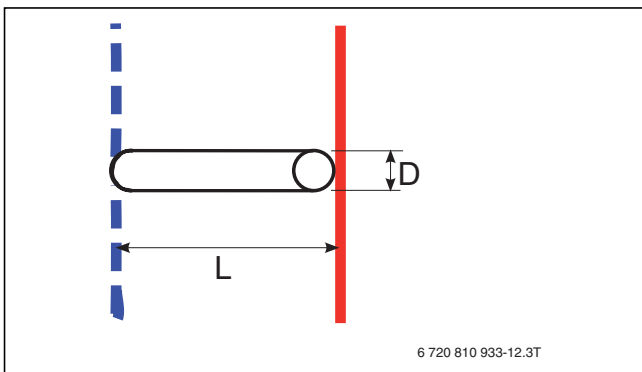
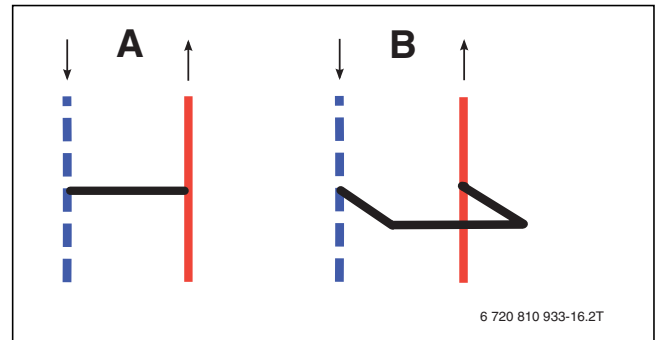

Bild 4 Bypass Detailansicht (→ [1] Abb. 2 und 3)
Bild 5 Bypass
- [1] Bypass (→ Abb. 4) (→ [1] Tab. 8)
([A] → Abb. 5) Minimum By-pass Länge ([L] → Abb. 4)	([B] → Abb. 5) Minimum By-pass Länge ([L] → Abb. 4)